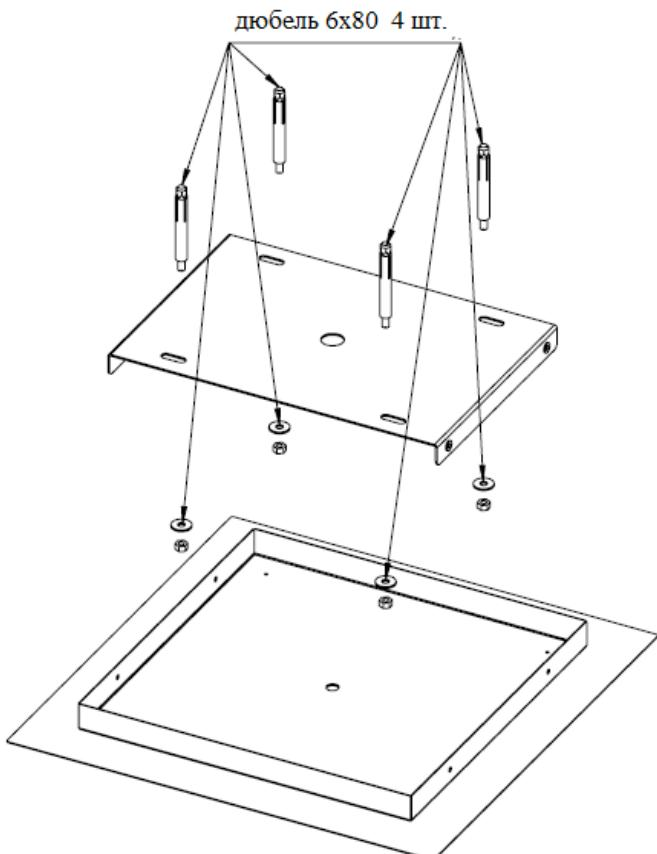

Рис. 3
2. В потолке, прямо над плитой или варочной панелью, необходимо обозначить отверстия под держатель подвесной панели вытяжки. В обозначенных местах на потолке необходимо просверлить отверстия под дюбели (10 мм), а потом прикрепить с их помощью держатель подвесной панели к потолку (рис. 3).